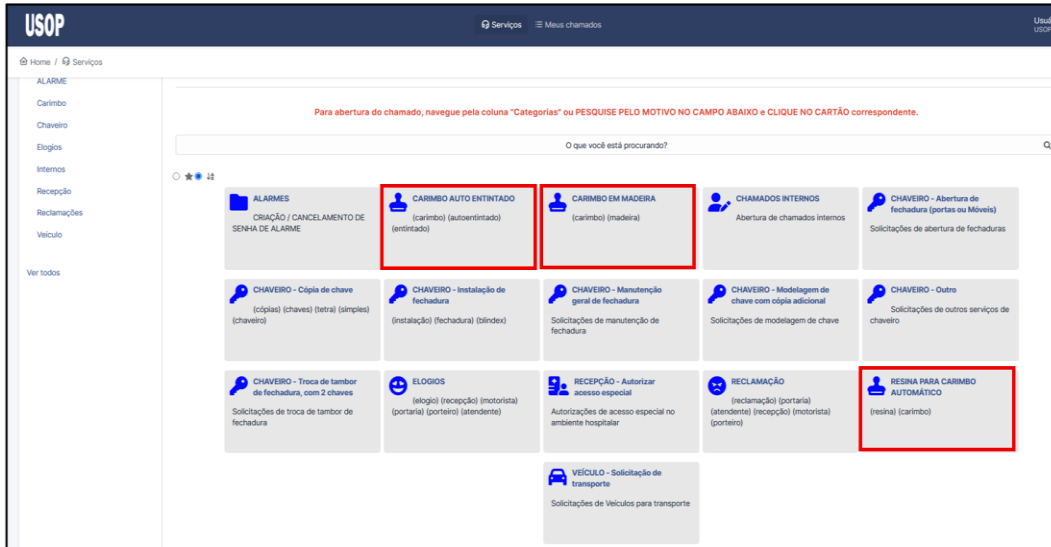

Figura 4 – Tela de solicitações dos serviços
- Clicar no ícone referente ao tipo de carimbo a ser solicitado (figura 4);